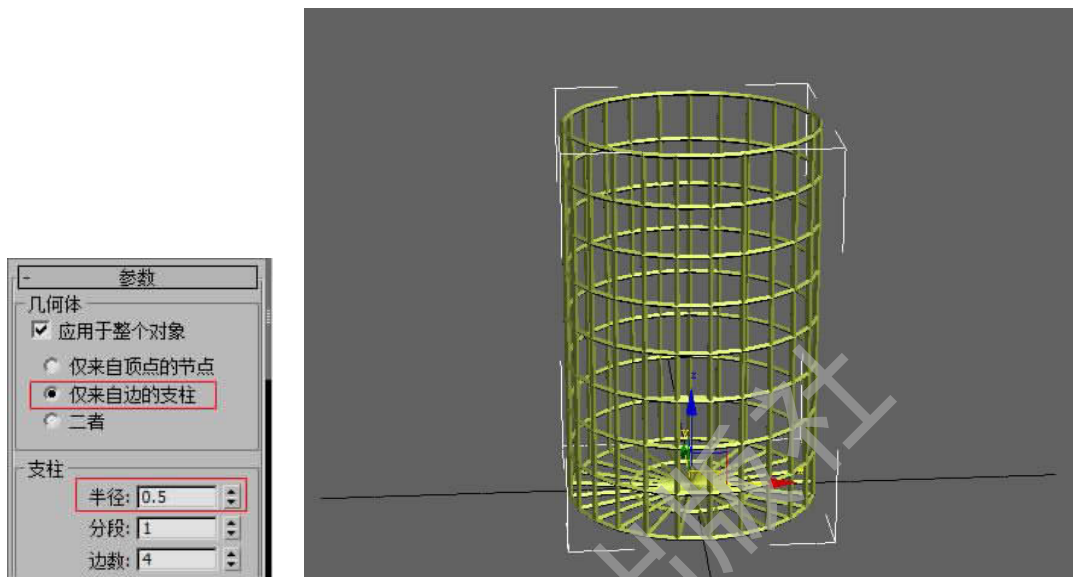

图 2-87 调节参数
Step 4. 在晶格修改器的面板中,选择“仅来自边的支柱”,这样晶格修改器只会显示边框而不会显示顶点;同时将半径调节为 0.5,使边框更细一些,如图 2-87 所示。